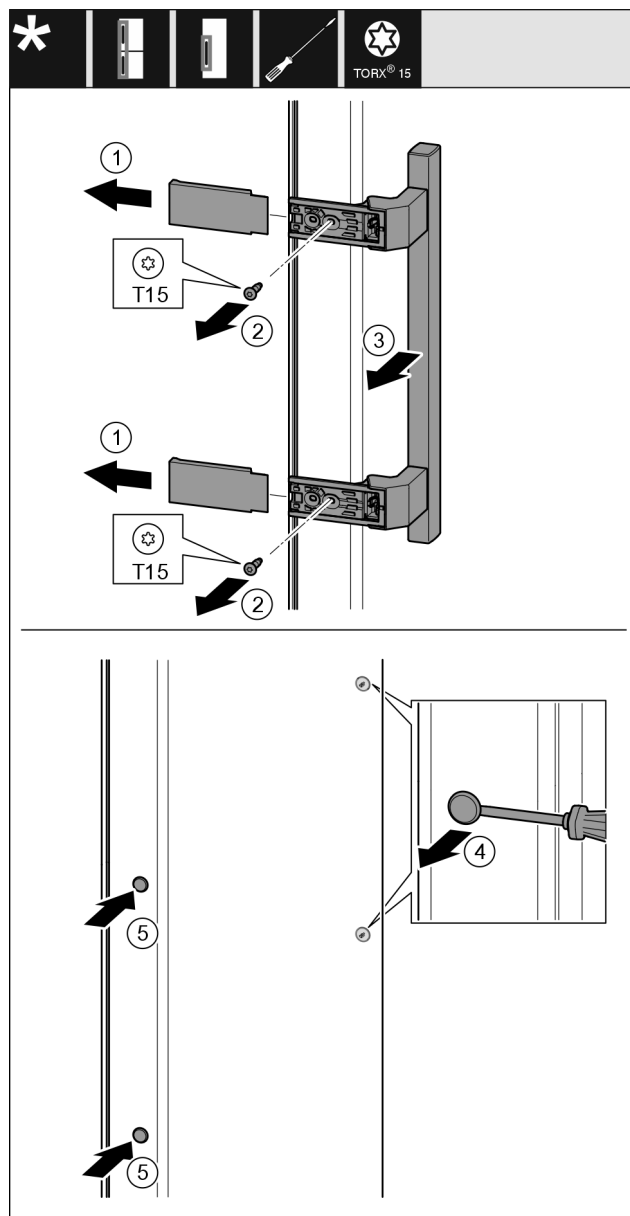

Fig. 35
- ▶ Stáhněte kryt Fig. 35 (1).
- ▶ Šroubovákem vyšroubujte šrouby Fig. 35 (2).
- ▶ Sejměte madlo Fig. 35 (3).
- ▶ Postranní zátku Fig. 35 (4) opatrně plochým šroubovákem nadzvedněte a vytáhněte.
- ▶ Zátku Fig. 35 (5) opět vložte na druhé straně.